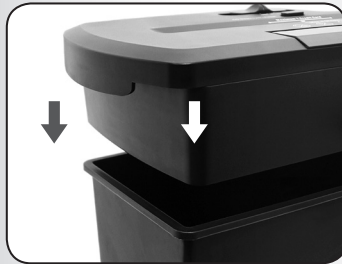

FIGURA 1
1. Asegure la máquina destructora de documentos en la montura de la papelerera. (FIGURA 1, Canasta no está incluido)